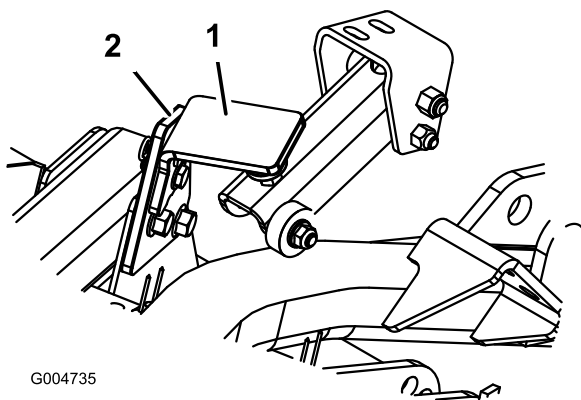

Figura 75
2. Retire o contrapino tipo grampo e pino de segurança que fixam o trinco de transporte da cobertura à respectiva placa (Figura 75). Desloque o trinco na direcção da parte posterior da cobertura.